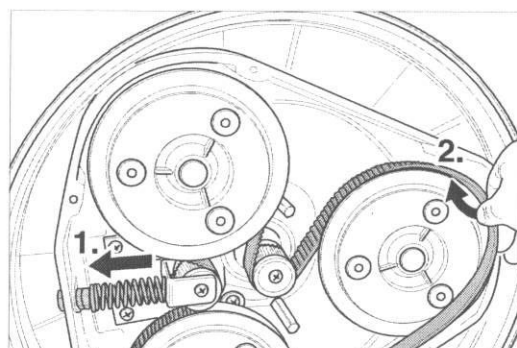

Fig. 40 Alors que le tendeur est repoussé, mettez la courroie dentée en place avec la denture dans le pignon et avec le dos sur le logement du plateau.
- 2 Mettez la courroie dentée en place, la denture devant être posée dans les pignons et le dos sur les poulies d'entraînement des plateaux de disque (fig. 40).